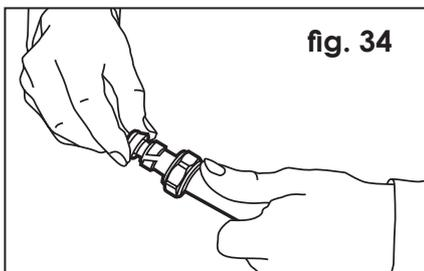

fig. 34
d) Stützkörper bis zum Anschlag in das Rohr einstecken (fig. 34).